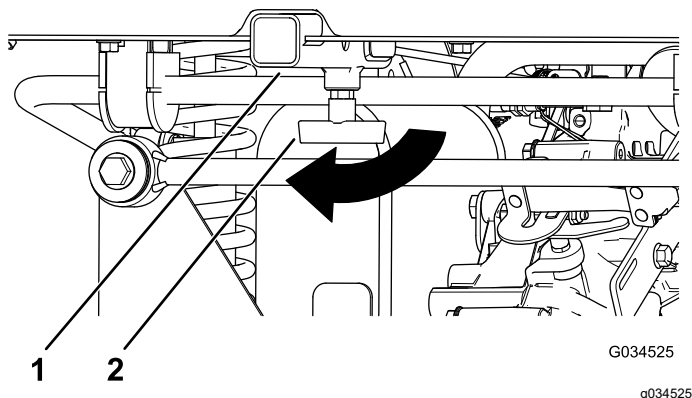

Figura 19
- Desaperte a pega em “T” rodando-a no sentido dos ponteiros do relógio (Figura 19).
- Insira o acessório no recetor até que os orifícios fiquem alinhados (Figura 19).